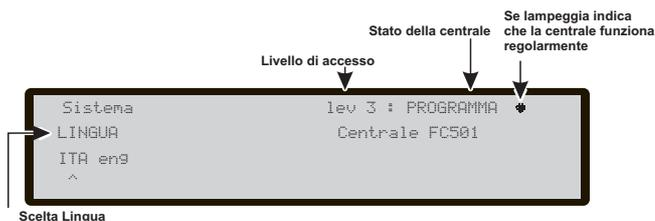

Figura 53 Schermata per la scelta della lingua del sistema: ITA-ENG.
-scelta della lingua del sistema (Schermate display ITALIANO o INGLESE (Figura 53);